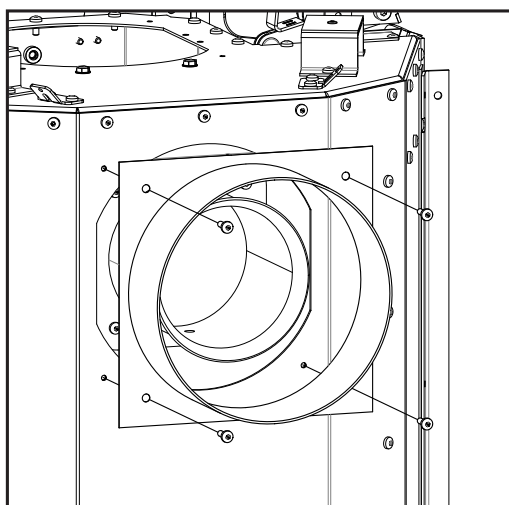

Figure 72: Adaptateur d'évent
11. Fixez l'adaptateur d'évent sur le dessus du robinet d'échappement (voir la Figure 72).